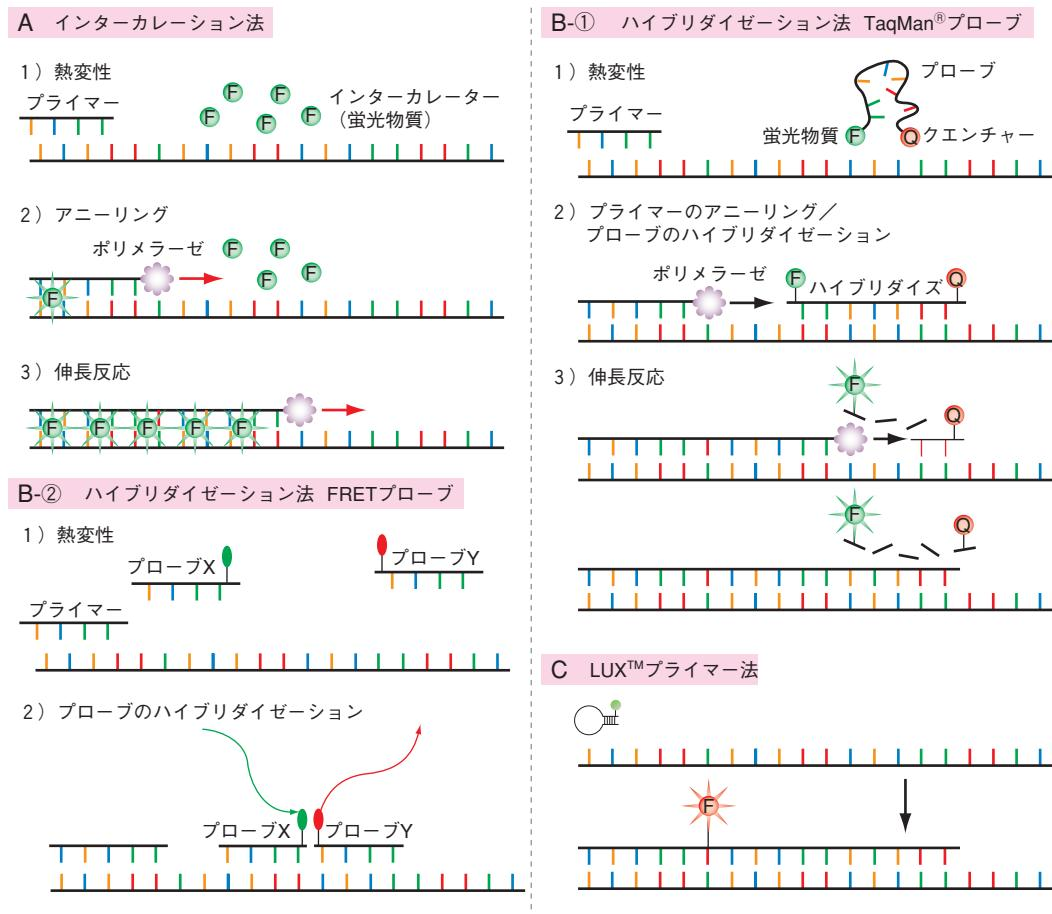

図1●リアルタイムPCRの検出法（本文参照）
検出方法には2種類あり、A：インターラーション法と、B：ハイブリダイゼーション法がある。インターラーション法では、SYBR[®]Greenなどの蛍光物質が伸長反応の終わったPCR産物の2本鎖DNAに入り込み発光する（図1-A）。この方法は、最も一般的で手軽にできるが、PCR産物が目的遺伝子以外の反応産物を合成してしまう場合には、目的とするRNAの定量はできない。その時は、特異性の高いハイブリダイゼーションプローブを用いる。ハイブリダイゼーション法には、①TaqMan[®]プローブ法と、②FRETプローブ法があり、ほとんどの装置は設定を変えるだけでどちらのプローブも利用できる。まず、TaqMan[®]プローブは、目的mRNAに特異的なオリゴヌクレオチドの5'末端が蛍光物質で、3'末端がクエンチャー（蛍光を消光させる物質）で修飾されている。これを反応系に加えると、アニーリング過程でTaqMan[®]プローブは、目的とするPCR産物にハイブリダイズするが、蛍光はクエンチャーにより抑制されている。伸長反応で、Taq DNAポリメラーゼのもつ5'→3'エキソヌクレアーゼ活性により、ハイブリダイズしているTaqMan[®]プローブが分解され、クエンチャーによる抑制
A) インターカレーション法、インターラーサー：SYBR[®]Green, EtBrなど、B) ハイブリダイゼーション法、①TaqMan[®]プローブ法、②FRETプローブ法、C) LUX[™]プライマー法
が解除され蛍光を発する（図1-B-①）。一方、FRET（蛍光共鳴エネルギー転移）プローブは、目的mRNAに特異的な2本のオリゴヌクレオチドのうち、一方の3'末端に蛍光物質Xが、他方の5'末端に蛍光物質Yが修飾されている。両者がPCR産物に同時にハイブリダイズすると蛍光物質Xの蛍光で蛍光物質Yが励起され強い蛍光を発する（図1-B-②）。プローブ法とインターラーザー法の間のような方法としてLUX[™]（Light Upon extension）プライマー法（invitrogen社から販売）がある。蛍光（LUX）プライマーと未標識のプライマーの2本でPCRを行い、検出する方法で、LUX[™]プライマーはヘアピン構造を取るように設計し